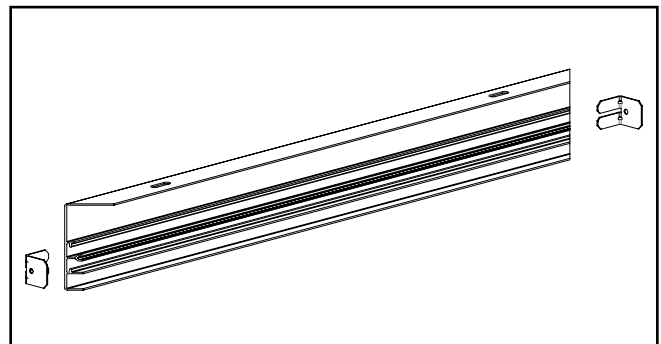

Figure 10.
1. Glissez les deux (2) supports en L dans les rainures du cadre. (Figure 10.)